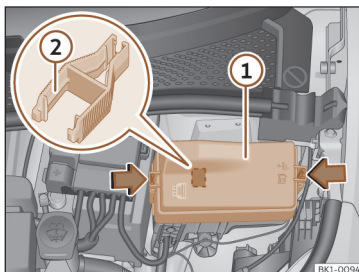

Abb. 193 Im Frontraum: Abdeckung des Sicherungskastens.
- Verriegelungstasten drücken, um die Abdeckung des Sicherungskastens >>> **(Abb. 193)**  zu entriegeln.
Im Sicherungskasten befinden sich möglicherweise Kunststoffklammern zum Herausziehen der Sicherungen >>> (Abb. 193) (2).